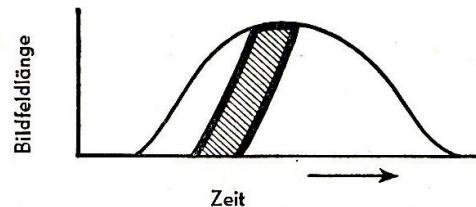

Abb. 10 Verschluß (schraffiert) im Lampenblitz (weiß)
b) Man läßt den gesamten Verschluß innerhalb der Blitzdauer ablaufen. Das wird als M-Synchronisation oder „Vollsynchronisation“ bezeichnet (siehe Abbildung 10), Kabelanschluß bei M (früher V).